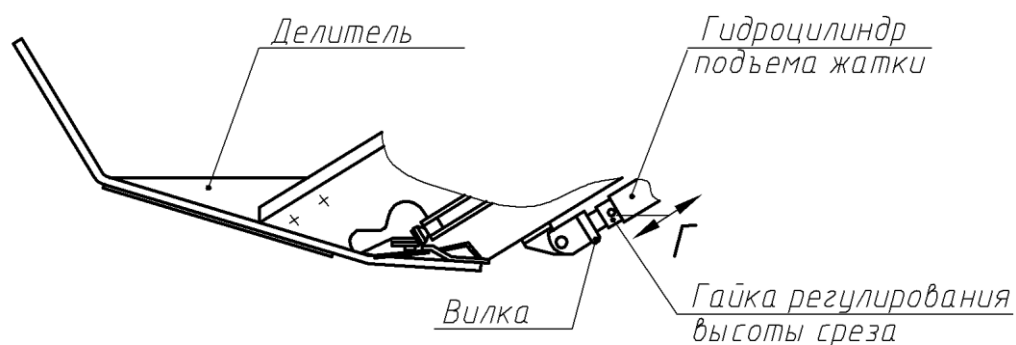

Рисунок 9. Установка левого делителя и регулировка высоты среза
6.3.7 Установите левый делитель (рисунок 9).
7.3 В зависимости от микрорельефа поля, наличия камней, плотности и влажности почвы необходимо выбрать оптимальную высоту среза, установив ее регулировочной гайкой на штоке гидроцилиндра подъема жатки (рисунок 9).